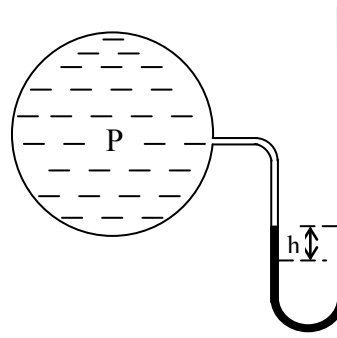

Рисунок 4.7
4.2.7 Для вимірювання тиску у посудині, що заповнена газом, застосовується вакуумметр, заповнений рідиною P. Визначити величину вакууму у місці встановлення вакуумметра, якщо висота підняття рідини в його трубці h (див. рис. 4.7).